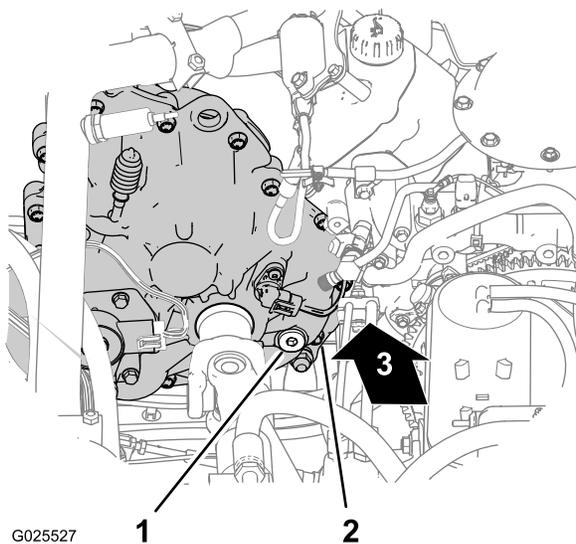

Figure 68
3. Retirez le bouchon de remplissage de l'orifice de remplissage en le tournant dans le sens antihoraire ; enlevez-le ensuite de la transmission (Figure 68).
7. Versez 700 ml d'huile de transmission Dexron VI dans l'orifice de remplissage de la transmission (Figure 68).
8. Remettez le bouchon de remplissage (Figure 68).